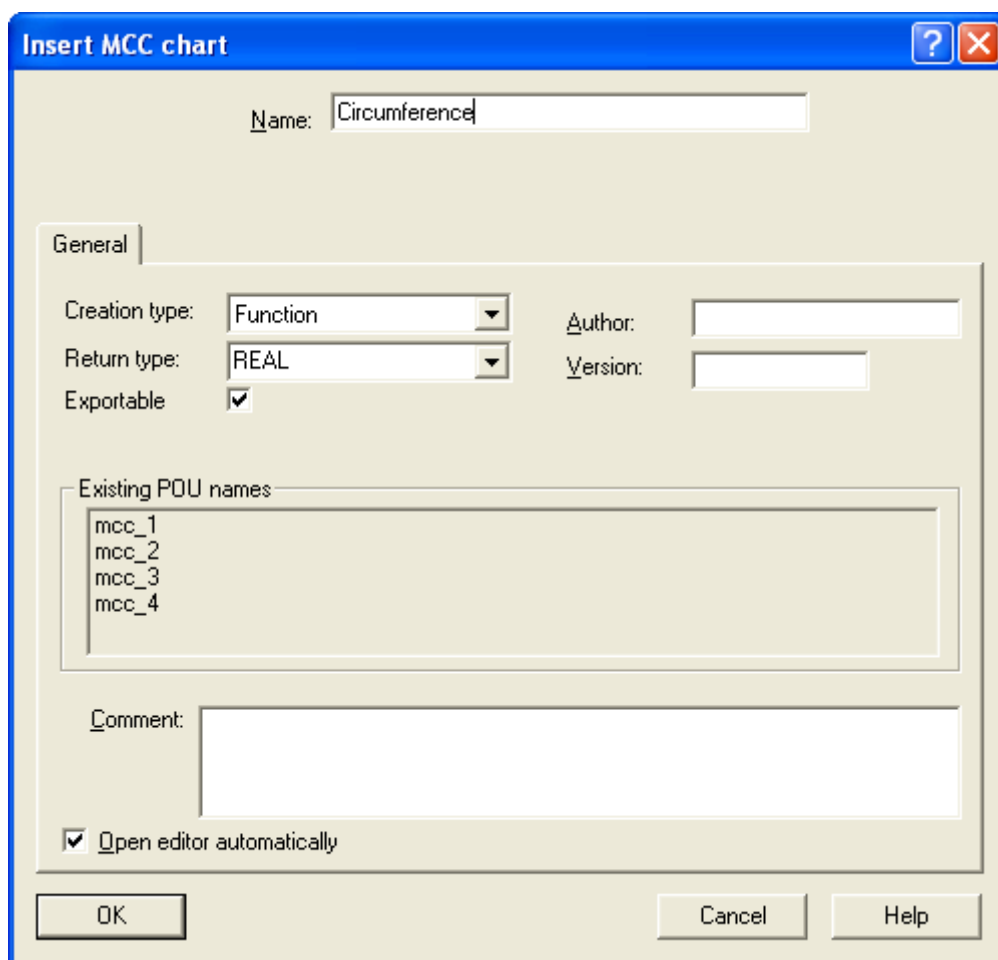

图 4.23 新建 FC
(1) 插入一个 MCC Chart，将其命名为 Circumference，在 Creation Type 栏中选择 Function，Return type 为 REAL 类型。如图 4.23 所示。